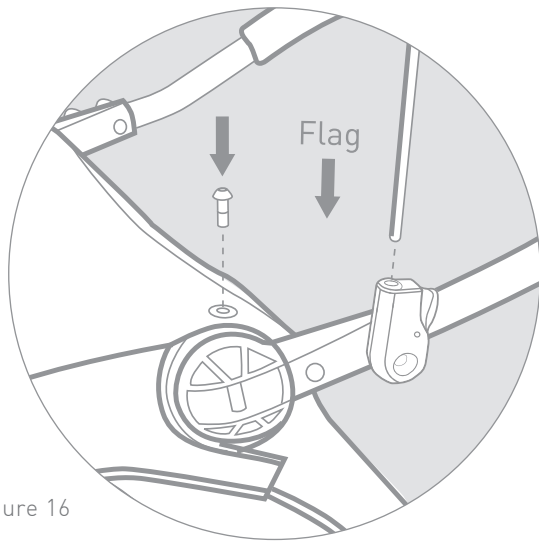
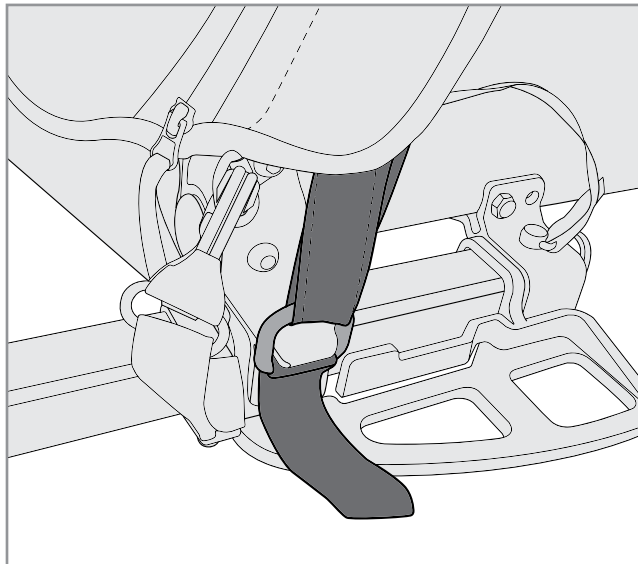

Figure 16
Figure 17
1. Attach cover to trailer using provided screws (Figure 16). Slip the cover D-rings over the hooked corners of the tow bar receivers (Figure 17).
2. Slide Flag pole into hole on flag holder. To release, push button and lift flag pole out (Figure 16).
1. Das Verdeck mithilfe der im Lieferumfang befindlichen Schrauben (Abb. 16) befestigen. Die D-Ösen in den mit Haken versehenen Ecken der Deichselaufnahmen einhängen (Abb. 17).
2. Die Flaggenstange in die Öffnung des Flaggenhalters stecken. Zum Entfernen auf den Knopf drücken und die Flaggenstange herausziehen (Abb. 16).
1. Arrimez le cache à la remorque à l'aide des vis fournies (Figure 16). Faites glisser les anneaux en D du cache sur les angles à crochet des réceptacles de la barre de remorquage (Figure 17).
2. Faites glisser le mat du drapeau dans l'orifice du porte-drapeau. Pour libérer le drapeau, appuyez sur le bouton et retirez le mat (Figure 16).